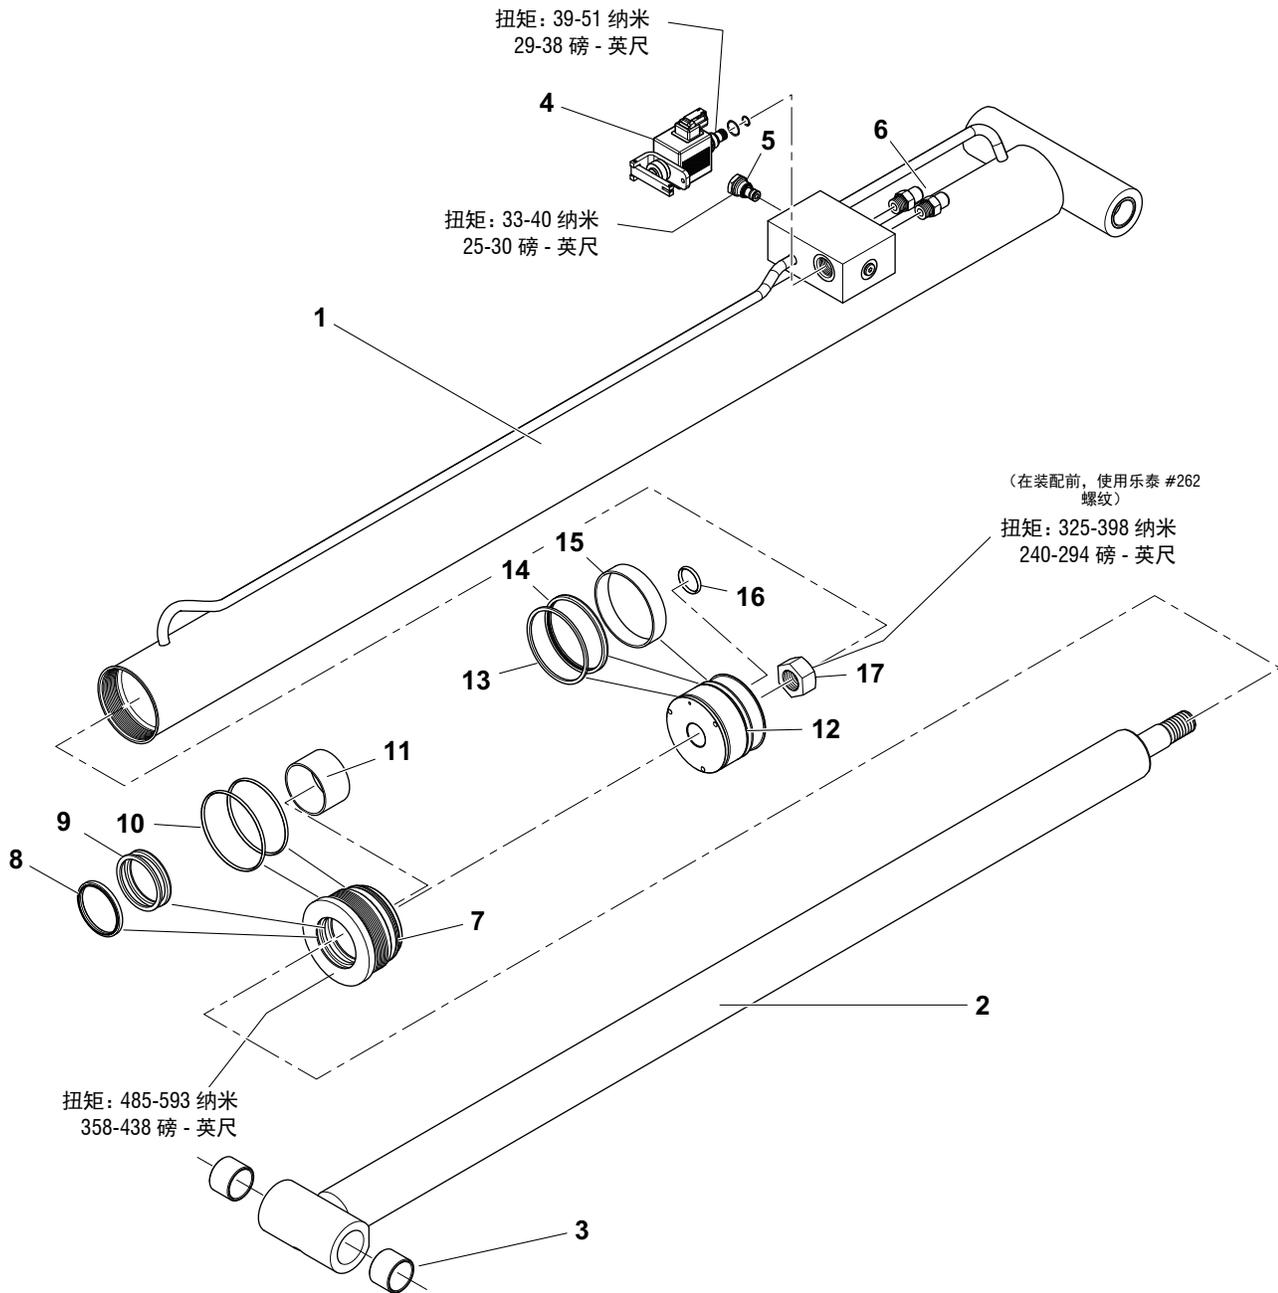
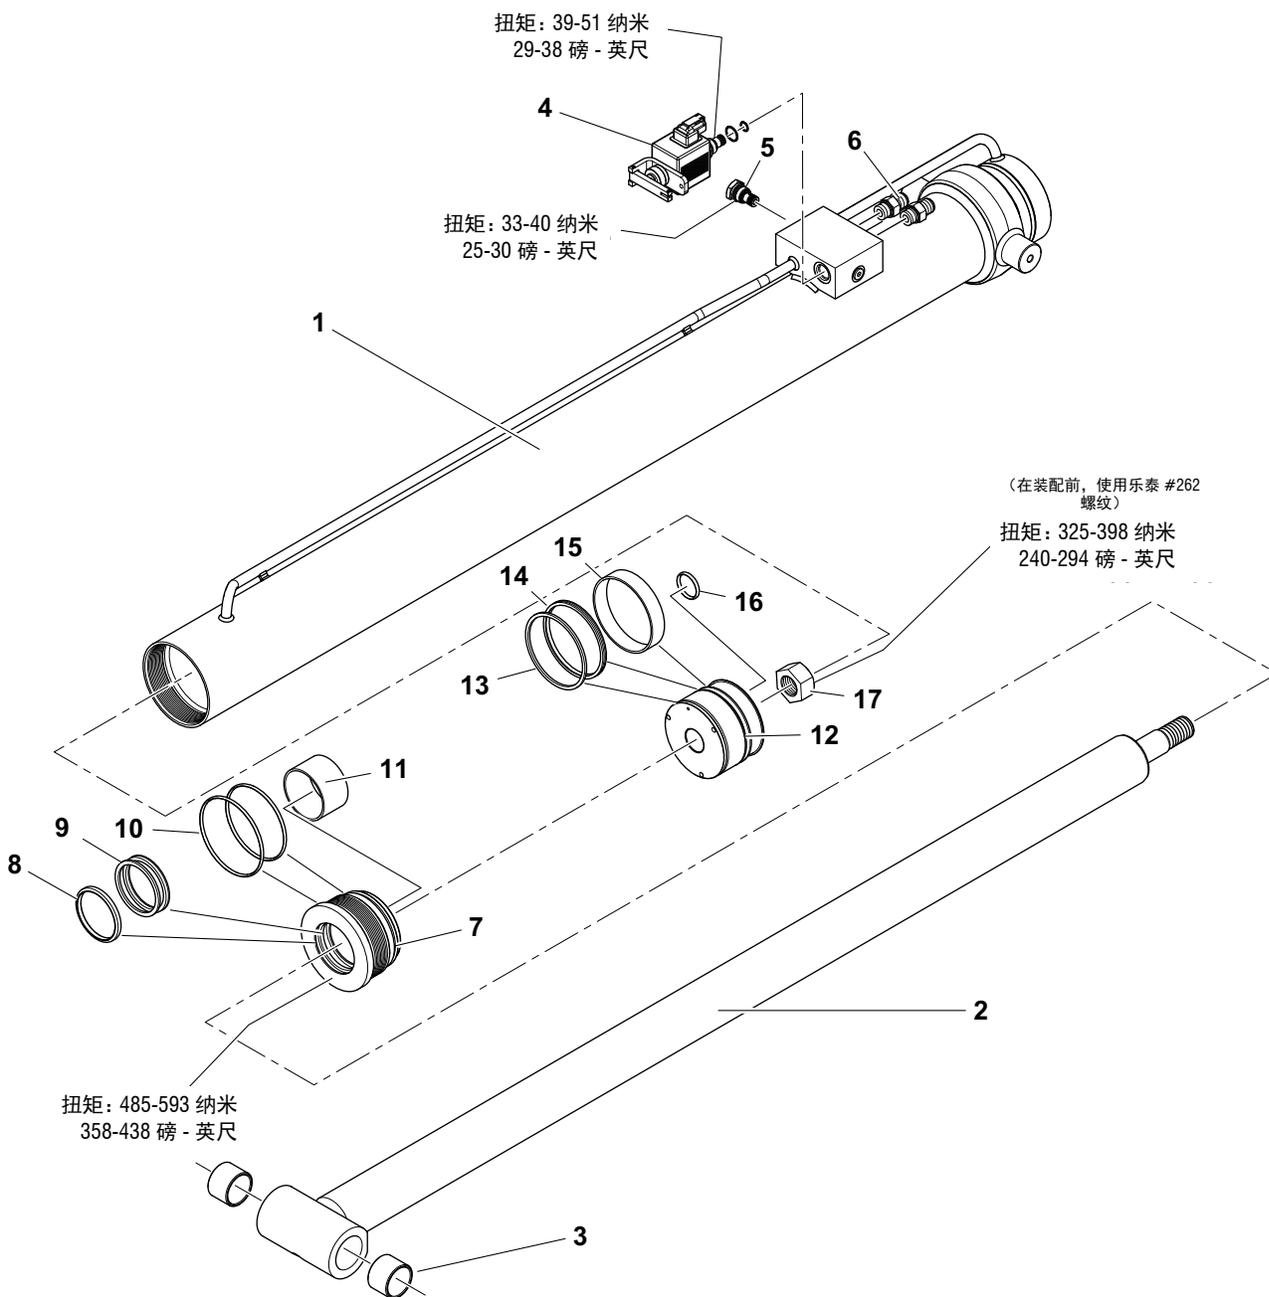

图 4-13. 1932RS/6RS - 提升液压缸
图 4-14. 3248RS/10RS - 提升液压缸
21. 如果适用，在液压缸杆端口组内安装筒型的闭锁阀和配件，使用新的 O 形环。（参看图 4-13., 1932RS/6RS
- 提升液压缸 或图 4-14., 3248RS/10RS - 提升液压缸）。
29. 如果适用，使用新的 O 形环在端口组内安装筒型的闭锁阀和配件。参考第 4-12 页的图 4-13.、1932RS/6RS - 提升液压缸或第 4-13 页的图 4-14.、3248RS/10RS - 提升液压缸